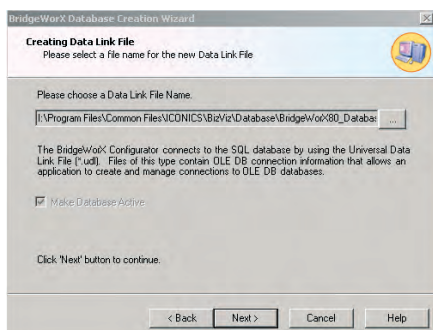

Рис. 23. Настройка файла UDL
12. Далее следует определить путь и имя файла **Universal Data Link**, который будет использоваться Конфигуратором BridgeWorX для соединения с базой данных SQL Server/MSDE. Укажите путь и имя файла UDL (рис. 23). Нажмите кнопку **Next** (Далее).